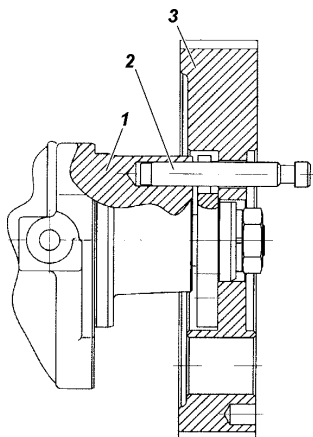

Рис. 9.37. Фиксация шкива ТНВД
6. Зафиксировать шкив ТНВД с помощью штифта-центриатора ТНВД 3М 6999-4119, как показано на рис. 9.37, при необходимости совместить отверстие в корпусе ТНВД с пазом ступицы шкива ТНВД.